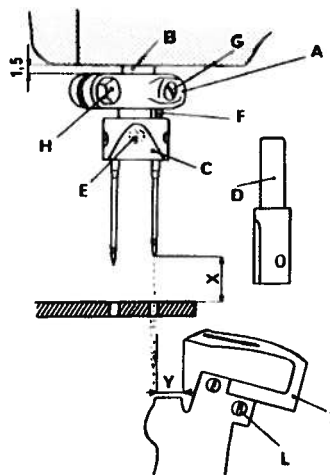
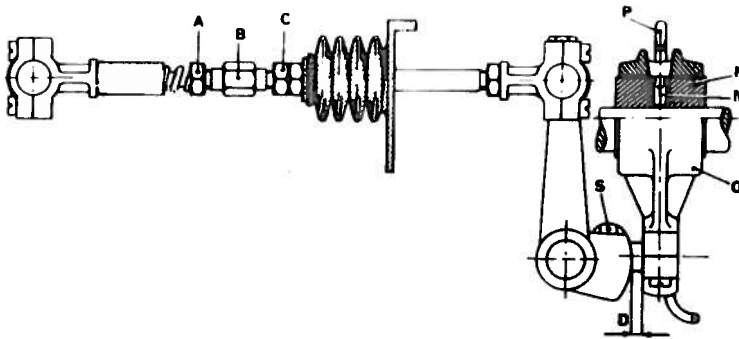

fig. 3
Fig. 10
- S 1651 00 per esecuzione quote come da fig. 3
3. Posizionamento dell'ago (fig. 3)
- Inserire fino in fondo il crochet Z nell'apposita sede e bloccarlo sul piano del gambo con la vite L (fig. 3).
- Eseguire la misura D col calibro S. 1652.00 per biella comando crochet (fig. 10) agendo sul dado S.
- Ricercare la misura Y (tabella fasature) dalla punta del crochet all'ago di destra (fig. 3)
- Allentare i controdadi A e C (fig. 10) e ruotare il perno B in un senso o nell'altro fino ad ottenere la misura Y (fig. 3).
- Bloccare leggermente i due controdadi A e C (fig. 10).
- Se la corsa del crochet e' ritardata o anticipata, bisogna allentare i due grani interni M dell'eccentrico N della biella O (fig.10) e, tenendo fermo l'eccentrico M, ruotare il volantino della macchina in modo da ottenere la condizione voluta
Nota: Se questa condizione non si verificasse, si deve allungare o accorciare la corsa del crochet agendo sulla vite S (fig.10) variando cosi' la quota D.
- Bloccare i controdadi A e C (fig.10).
Nota: Quando si sposta la biella per eseguire la misura D (fig.10), tenere presente che l'eccentrico N sia sempre centrato rispetto alla testa di biella O. In caso di eccessivi spostamenti, modificare la posizione del tubetto di lubrificazione P spostandolo adeguatamente in modo che la mezziera coincida con il centro del foro esistente sulla testa di biella O.